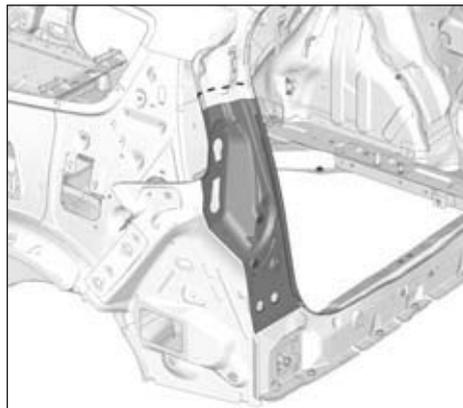

FIG.143
- Respecter la ligne de coupe (Fig.143).